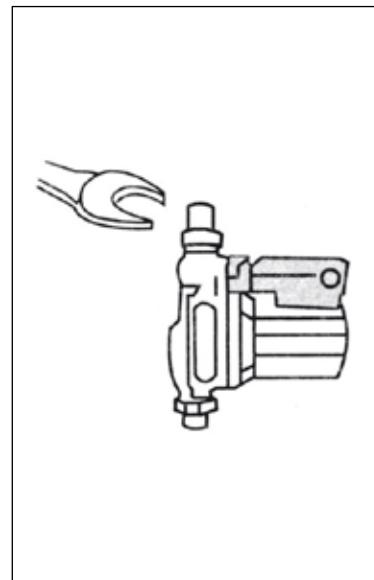

Fig. 2
- Es necesario ajustar la bomba a la tubería mediante una llave fija adecuada ejerciendo presión, para evitar que se afloje (Fig.2)